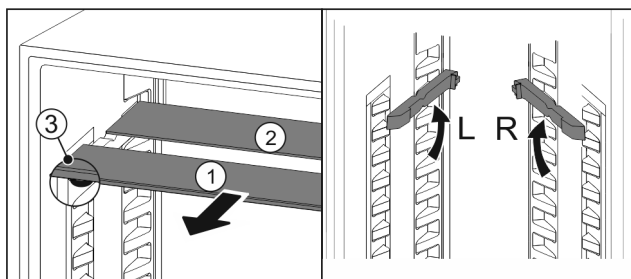

Fig. 62
- ▶ По одной извлеките Fig. 62 (1) стеклянные панели движением вперед.
- ▷ Стеклянная панель Fig. 62 (1) с декоративной планкой лежит спереди.
- ▷ Стопоры Fig. 62 (3) показывают вниз.